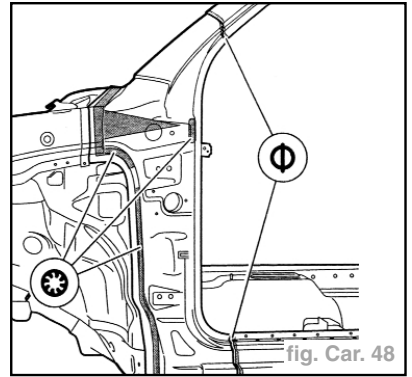

fig. Car. 48
- Souder le montant **A** par bouchonnage sous gaz de protection (fig. Car. 48).